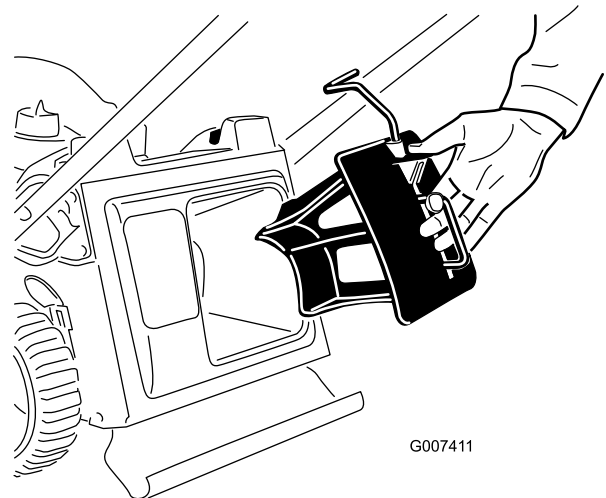

Figure 9
1. Si ce n'est déjà fait, insérez l'obturateur de mulching dans la machine (Figure 9).